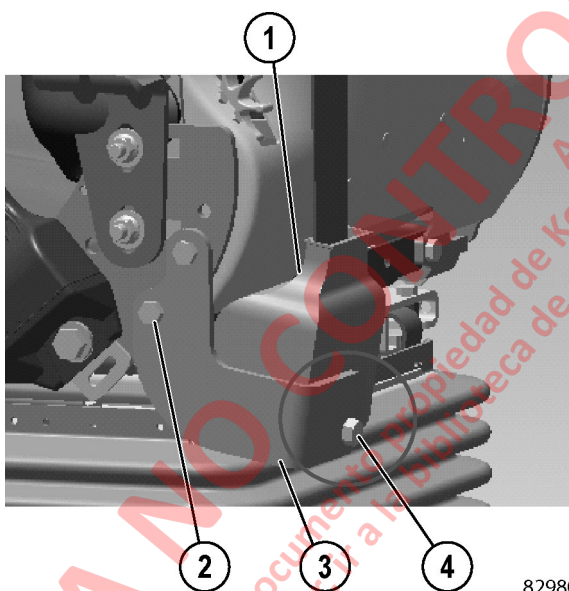
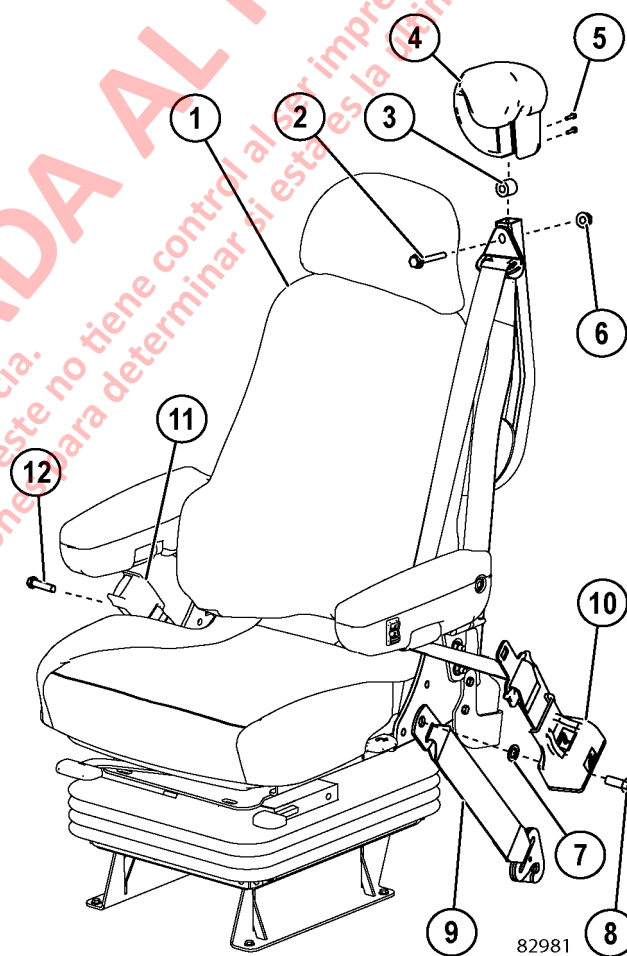

FIGURA 3-8. CINTA DEL HOMBRO DEL CINTURÓN DE SEGURIDAD
FIGURA 3-9. CINTURONES DE SEGURIDAD
1. Saque el perno, la arandela plana y la tuerca (4, Figura 3-8). Luego, retire el retractor de la cinta del hombro del cinturón (1).
2. Recline el respaldo del asiento hacia adelante. Retire los pernos (5, Figura 3-9). Luego saque la almohadilla (4).
3. Retire la tuerca (6), el perno (2) y el espaciador (3). Coloque el cinturón suelto en el cojín del asiento.
4. Retire el perno (8), el retractor del cinturón de seguridad (10), la arandela plana (7) y la traba (9) del asiento. También puede ser necesario sacar los pernos (2, Figura 3-8), las tuercas y soporte (3). Retire la cinturón del asiento y del hombro del asiento.
5. Retire el perno (12, Figura 3-9) y saque la hebilla (11) del cinturón y la otra traba.
1. Coloque la traba y la hebilla (11, Figura 3-9) del cinturón de seguridad en el asiento con el perno (12). La traba del cinturón se debe instalar en un ángulo de 45 grados. Apriete el perno (12) a **68 N·m (50 ft lb)**.
2. Si es necesario, instale un soporte (3, Figura 3-8) con pernos (2) y tuercas. Apriete los pernos a **47 N·m (35 ft lb)**.
3. Instale el retractor del cinturón de seguridad (10, Figura 3-9) y la traba (9) con la arandela plana (7) y el perno (8). La traba del cinturón se debe instalar en un ángulo de 45 grados. Apriete el perno (8) a **68 N·m (50 ft lb)**.
4. Mientras instala el soporte superior del cinturón del hombro, asegúrese de que la cinta no esté torcida. Instale la parte superior del cinturón del hombro en el soporte con un perno (2) y una tuerca (6), con espaciador (3) dentro del soporte. Apriete las tuercas a **68 N·m (50 ft lb)**.
5. Instale la almohadilla superior (4) en la barra del soporte con pernos (5).
6. Compruebe que la cinta del hombro del cinturón no esté torcida. Extienda lentamente la cinta del hombro e instale el retractor del cinturón (1, Figura 3-8) en el soporte (3). Instale el perno, la tuerca y la arandela plana (4). Apriete las tuercas a **68 N·m (50 ft lb)**.